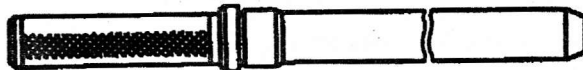

Рис. 123. Оправка 7820-4797 для установки упорных шайб блока шестерен
- установить упорные шайбы в требуемое положение с помощью специальной оправки 7820-4793 (рис. 123) через отверстие в переднем торце картера и через коническое отверстие во фланце удлинителя;